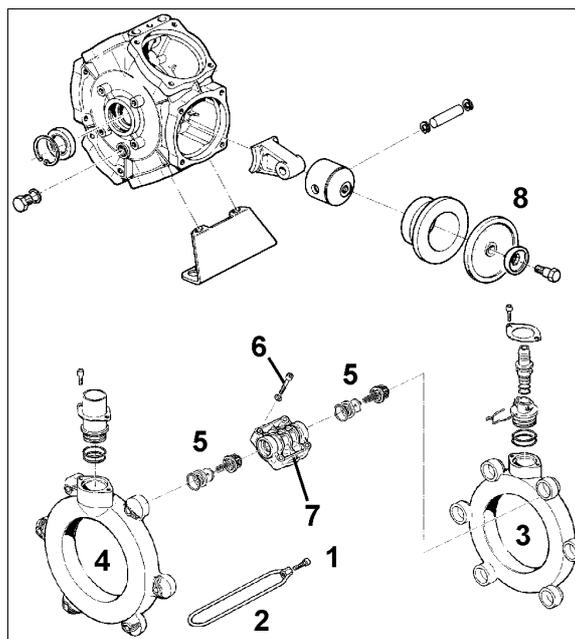

Fig. 119
- Vérifiez l'état des membranes de piston (Fig. 119/1) au moins une fois par an en les démontant.
- Vérifiez la position de montage des clapets côté aspiration et côté refoulement, avant de sortir les jeux de clapets (Fig. 119/5).
- N'y aurait-il qu'une seule membrane (Fig. 119/6) défectueuse ou poreuse, il est cependant impératif de remplacer les membranes de tous les pistons.
2. Desserrez les vis (Fig. 119/1) et retirez l'étrier (Fig. 119/2).
3. Enlevez les tubes d'aspiration et de refoulement (Fig. 119/3 et Fig. 119/4).
4. Enlevez les jeux de clapets (Fig. 119/5).
5. Desserrez les vis (Fig. 119/6).
6. Retirez la culasse (Fig. 119/7) ab.
7. Contrôle des membranes de piston (Fig. 119/8).
8. Remplacez les membranes de piston défectueuses (Fig. 119/8).